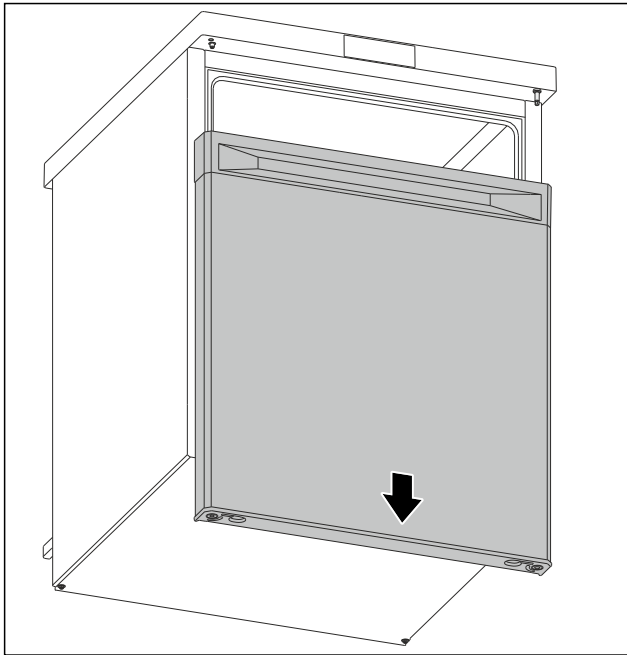

Fig. 8
- Detașați ușa în jos. (vezi Fig. 8)